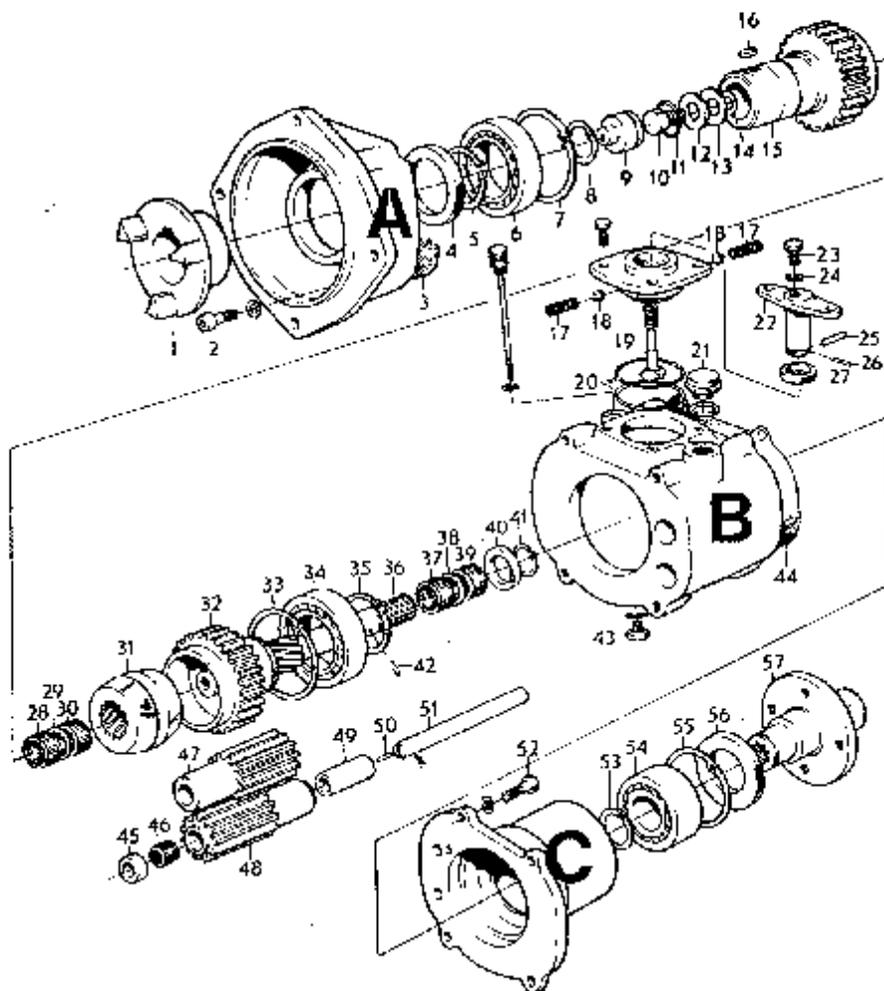

Abb. 59 Wendegertriebe Typ MS ohne Untersetzungsgetriebe
2. Öl des Wendegertriebes durch Herausdrehen der Ölablassschraube (43, Abb. 59) ablassen. Ölmeßstab und Öleinfüllschraube herausdrehen.
3. Die vier Schrauben, die den Schaltmechanismus halten, herausdrehen und den Deckel so viel anheben, daß die Finger der einen Hand den Gleitschuh (19) ergreifen können. Danach den ganzen Mechanismus herausheben.
4. Wendegetriebe mit der Motoranschlußseite abwärts gerichtet aufstellen. Die vier Schrauben (52) heraus-schrauben und das hintere Gehäuse abheben. Wenn das Wendegetriebe mit einem Untersetzungsgetriebe versehen ist, wird statt dessen dieses entfernt. Dichtung (44) entfernen. An der Teilfläche zwischen dem hinteren Gehäuse (bzw. dem Untersetzungsgetriebe) und dem Mittelgehäuse sind zwei Wellenenden sichtbar. Ein Stück Klebeband oder ähnliches über diese setzen, so daß sie nicht bei Umdrehen des Wendegetriebes herausfallen.
6. Sicherungsring (8) abnehmen und die Hülse (9) mit Hilfe des Werkzeuges 884490 herausziehen. Mitnehmer (1) mit Hilfe einer Abziehvorrichtung abziehen.
7. Die vier Schrauben (2), die das Mittelgehäuse mit dem vorderen Gehäuse verbinden, lösen.
8. Schraube (10) lösen und 2 bis 3 Umdrehungen heraus-schrauben.
9. Wendegetriebe umdrehen und auf den Flansch des vorderen Gehäuses stellen. Danach den Sicherungsring (41) lösen und die Scheibe (40) abheben. Führungsstift (42) mit einer Zange aus der Welle (36) ziehen.
10. Mit einem Gummihammer vorsichtig auf das Mittelgehäuse klopfen, so daß sich dieses vom vorderen Gehäuse löst. Danach vorsichtig das Mittelgehäuse gerade nach oben herausheben. Darauf achten, daß die Wellen (51) nicht aus dem Mittelgehäuse fallen. Ein Stück Klebeband über die Wellenenden setzen, so daß diese gehalten werden. Die Nadellager (37 und 39) und die Distanzscheibe (38) aufbewahren.
11. Schalmuffe (31) von der Welle abheben.